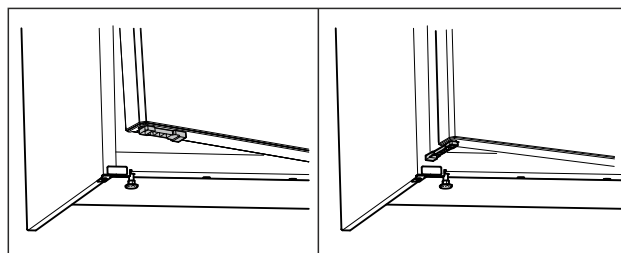

Fig. 56 *
- ▶ Pöörake ukse avamispiirajat 90°. (vt. Fig. 56) *